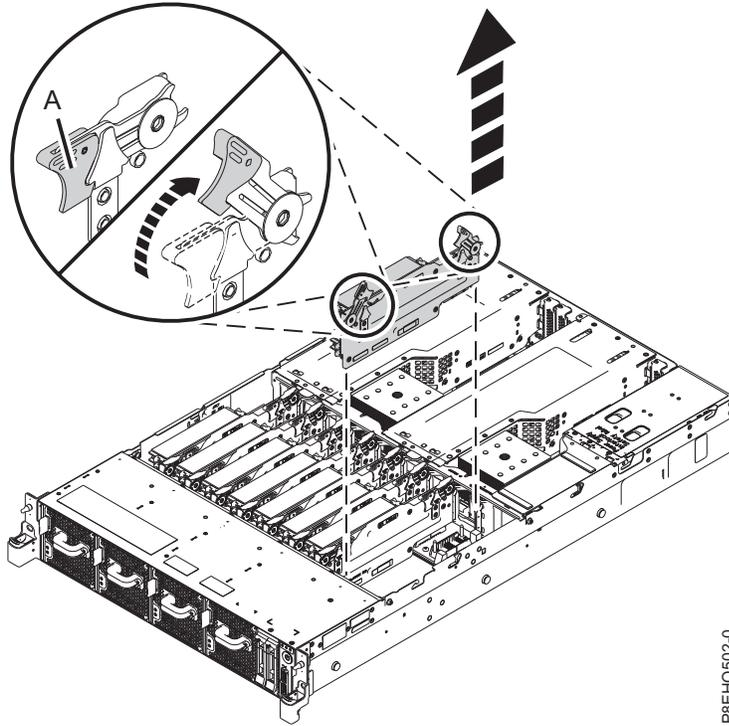

Figura 38. Removendo um riser de memória do sistema
- a. Abra as travas de liberação no riser de memória. Consulte **(B)** em Figura 38 na página 39.